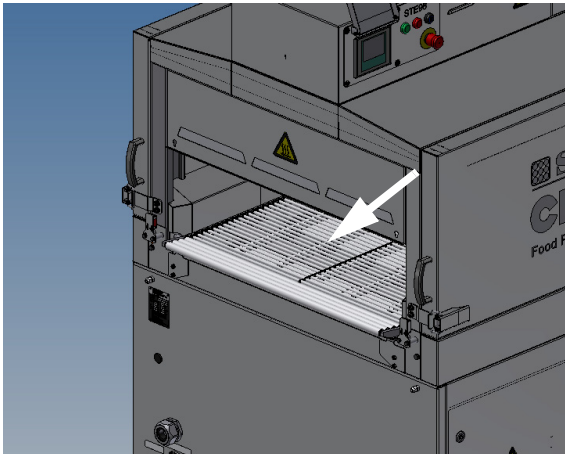

Рис. 4.3, Мягкий конвейер (валики с силиконовым покрытием)
- Мягкий конвейер (валики с силиконовым покрытием, см. рис. 4-3)